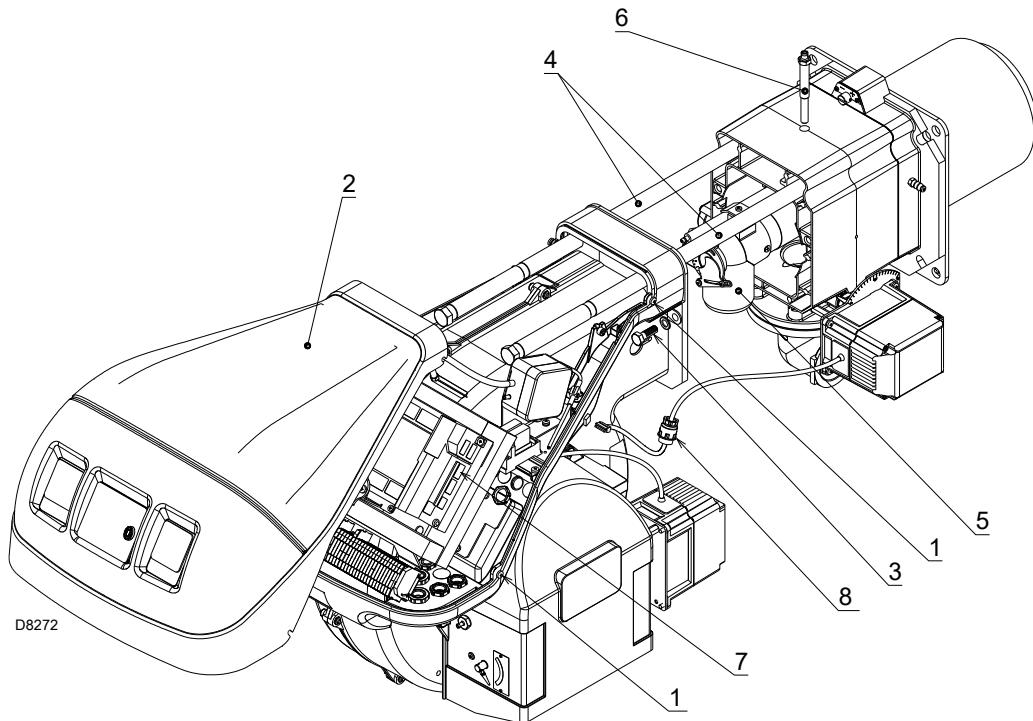

图 39
检查确认启动时位于燃烧头分配器上的各燃气出气孔未附着灰尘或生锈。如不确定，需拆下弯头查看（第 55 页图 39）。
- 拆下 4 个螺丝 1)( 图 39) 同时取下保护盖 2)。